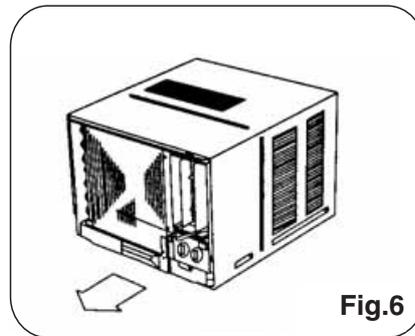

Fig.6
2. Agarre el mango del chasis y deslice el aire acondicionado cuidadosamente fuera de la carcasa. (vea fig. 6)